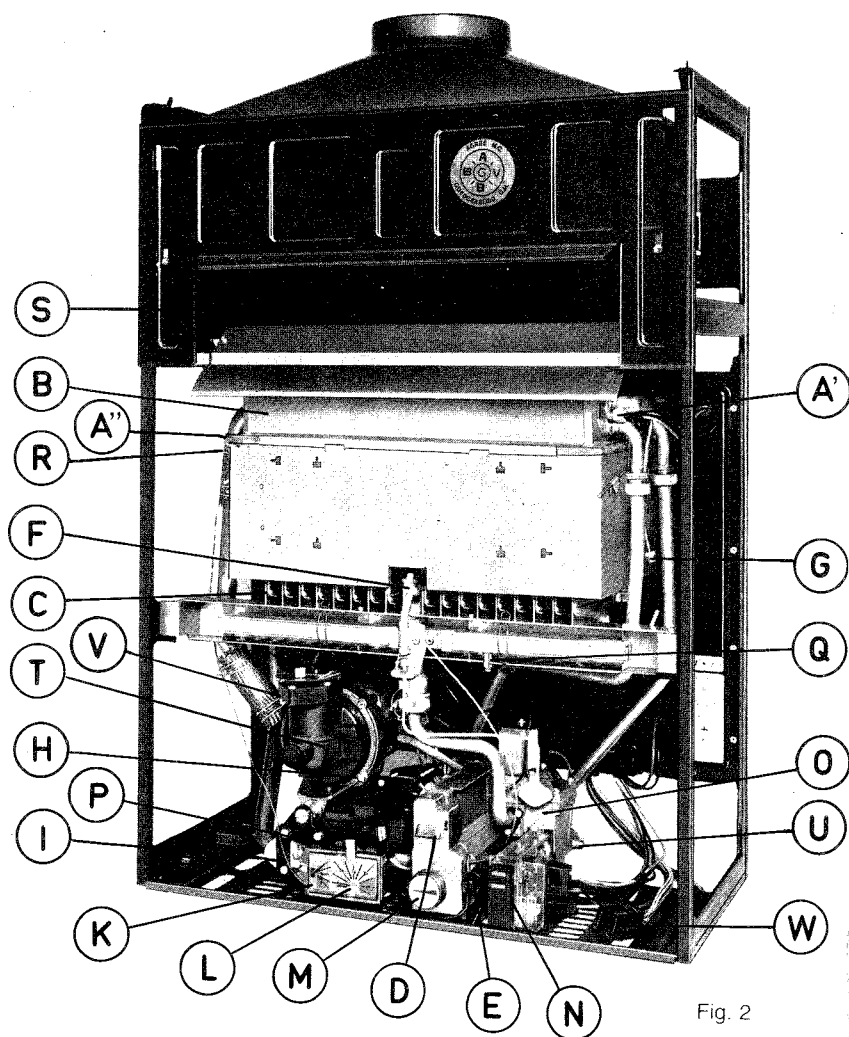

Fig. 2
- Een ingebouwde trekafsluit/anti-terugslag-kap. (S fig. 2)
- Een ingebouwde circulator (H fig. 2), die zorgt voor de gedwongen omloop van het water in de ketel en in de verwarmingsinstallatie.